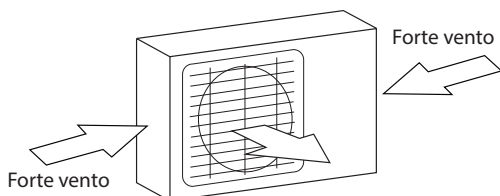

Fig. 5.1
- ☑ Se la posizione di installazione è esposta a forte vento (ad esempio in prossimità della costa), l'unità deve essere appoggiata contro la parete in modo che risulti protetta dal vento. Se necessario, usare una tenda da sole. (Fig. 5.1 e 5.2)